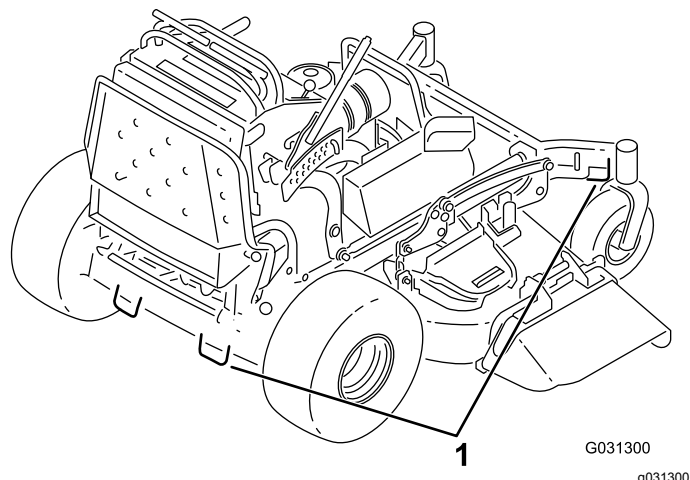

図 24
6. マシンにはロープ固定用のアイがついているので、チェーンやロープなどを使ってトラックやトレーラに機体をしっかりと固定する 図 24